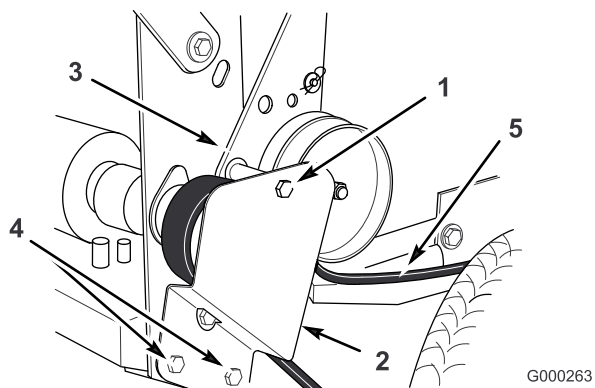

Bild 42
2. Entfernen Sie die obere Schraube ein, mit der die Spannscheibenstütze und die Spannscheibenhalterung am Hinterrahmen befestigt ist (Bild 42).
3. Lösen Sie die unteren zwei Befestigungsschrauben so weit, dass der Riemen zwischen der Antriebsscheibe und der Spannscheibenstütze durchgeht (Bild 42).
6. Setzen Sie die obere Schraube ein, mit der die Spannscheibenstütze und die Spannscheibenhalterung am Hinterrahmen befestigt ist (Bild 42).
7. Ziehen Sie die unteren zwei Befestigungsschrauben so weit an, dass der Riemen zwischen der Antriebsscheibe und der Spannscheibenstütze durchgeht (Bild 42).